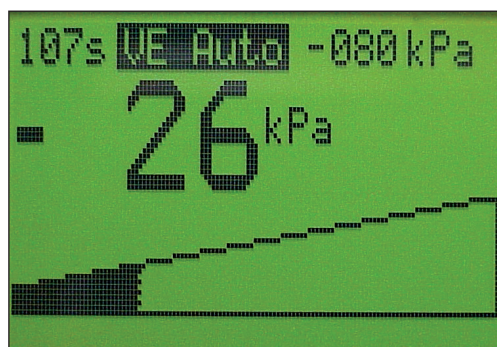

Fig. 17. Indicazioni del display durante la creazione automatica del vuoto
- Dopo aver posizionato la coppetta ed iniziato a creare il vuoto, si avverte un segnale sonoro. Il tempo restante al raggiungimento del vuoto finale è mostrato in alto a sinistra del display (fig. 17).